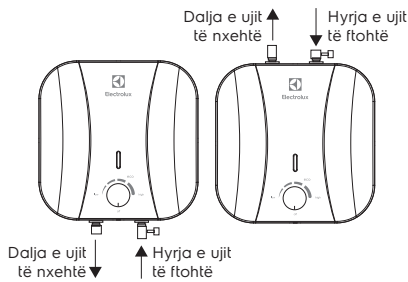

Fig. 6
- Valvula e sigurisë duhet të instalohet në portin e hyrjes së ujit (shih fig. 6).